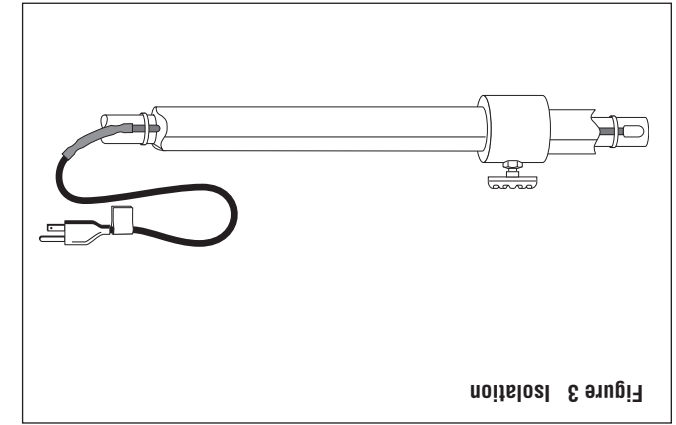

Figure 3 Isolation
- Utilisez de la mousse isolante préformée d'au moins 1/2 po ou l'équivalent posée sur l'ensemble de la tuyauterie, y compris les robinets, les joints et les traversées de mur, comme montré sur la Figure 3.